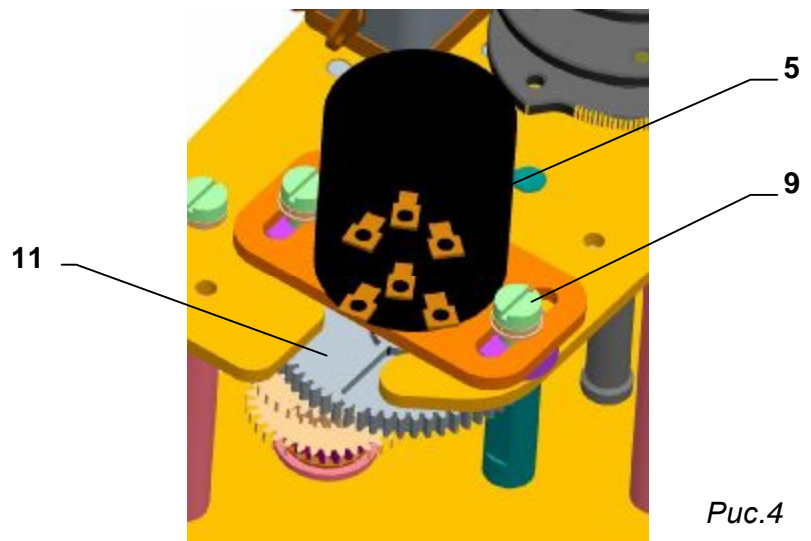

Рис.4
- в исполнении с датчиком сопротивления, вынесите датчик из зацепления ,(Рис.4) ;
### 4.3 Установка датчика сопротивления (рис.4)